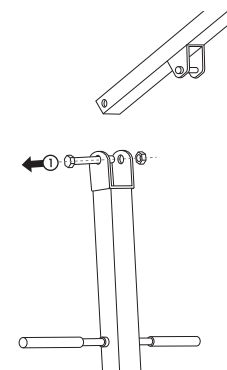

fig. 4
- Retirar el tornillo de la parte superior del mástil [1] [fig. 4].